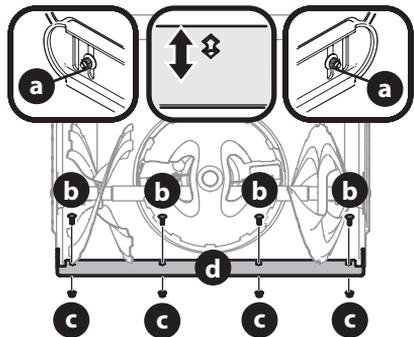

Figura 53
3. Afloje los pernos posteriores de las zapatas (a) a ambos lados de la caja de la barrena y extraiga los pernos del carro (b) y las tuercas hexagonales (c) que sujetan la placa de raspado (d) a la parte inferior de la caja de la barrena (Figura 53).
- Ajuste la placa de raspado a una de las 2 posiciones de montaje. Vuelva a instalar y ajuste todos los pernos del carro, tuercas y fijadores de las zapatas antideslizantes que extrajo en el Paso 3 (Figura 53).